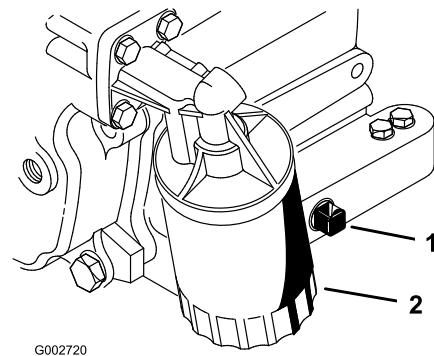

Bild 26
2. Entfernen Sie die Ablassschraube (Bild 26) und lassen das Öl in ein Auffanggefäß ab. Schrauben Sie die Ablassschraube wieder ein, nachdem das Öl abgelassen ist.
3. Entfernen Sie den Ölfilter (Bild 26). Ölen Sie die neue Dichtung am Ölfilter leicht mit frischem Öl ein.